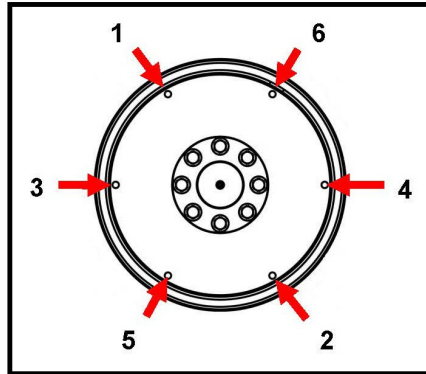

FIGURE 22. SÉQUENCE FIXE
10. Serrer les vis pour fixer le disque d'accouplement au volant dans l'ordre indiqué sous Figure 22 à la page 40.